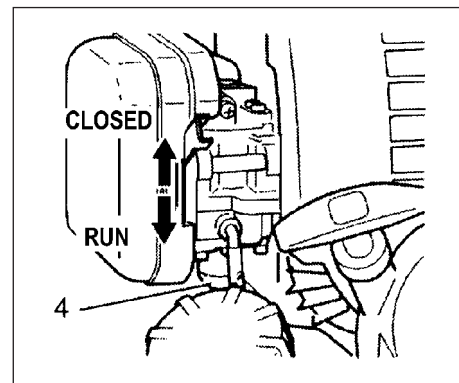

Fig. 2-3
*Presione varias veces el bulbo de cebador (4), de manera que el combustible fluya a través del bulbo o de la tubería de retorno (Si lo tiene equipado). (Fig. 2-3)
2. Poner la palanca del estrangulador en la posición cerrada (CLOSED). (Fig. 2-3)
4. Cuando se note que el motor tiende a arrancar, poner el estrangulador en la posición de funcionamiento (abierto). Tirar entonces enérgicamente del arrancador una vez más. (Fig. 2-3)